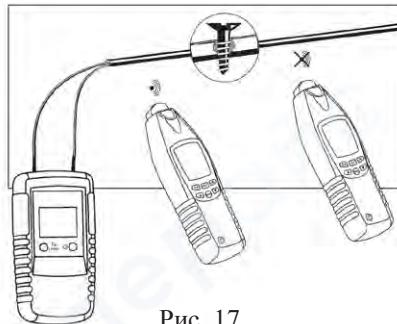

Рис. 17
- Прекращение звукового сигнала свидетельствует о переходе через место короткого замыкания в кабеле (см. рис. 17).